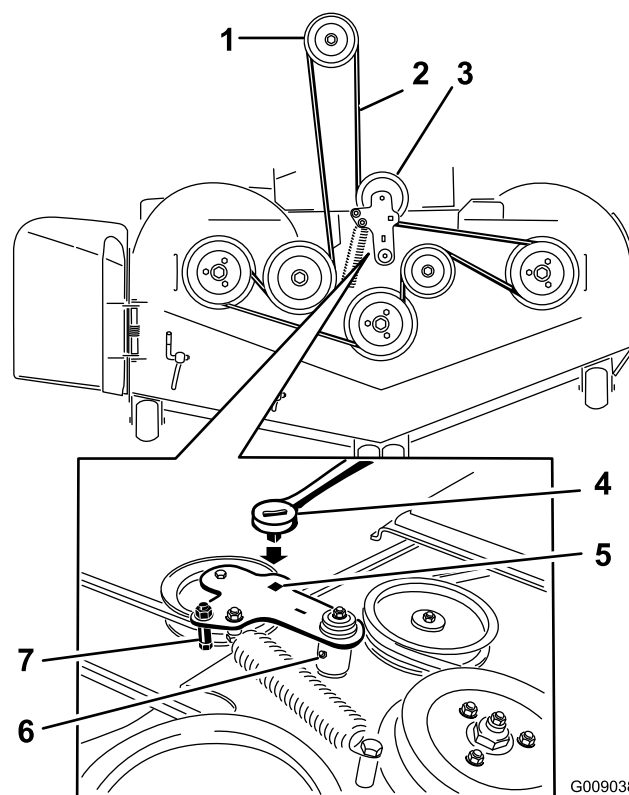

Figure 106
5. Soulevez le plancher et insérez un rochet dans le trou carré de la poulie de tension du plateau (Figure 106).
6. Tournez la poulie de tension dans le sens horaire et retirez la courroie du plateau (Figure 106).